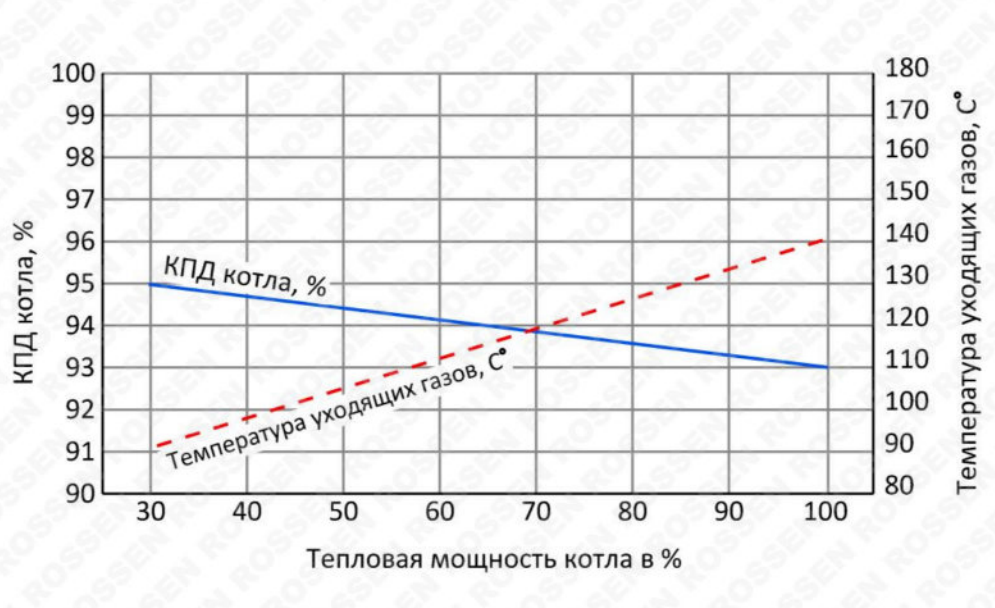

Рисунок 1. График температуры уходящих газов и КПД котла RSD
Температура уходящих газов, °С	Согласно графику (см. рисунок 1)
* КПД при номинальной мощности котла, смотри рисунок 1.